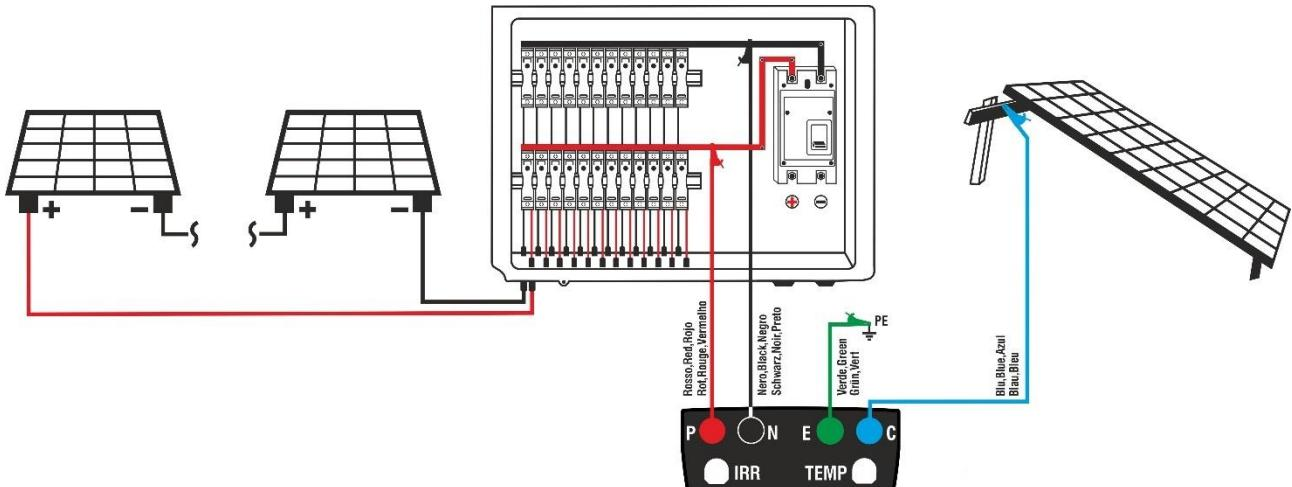

Fig. 16: Collegamento strumento in test IVCK con uso di funzione Avvia&Salva
7. Collegare lo strumento come mostrato in Fig. 16. In particolare, collegare il polo Negativo della barra all'ingresso **N** tramite collegamento fisso con terminale a coccodrillo, il polo Positivo della barra all'ingresso **P** tramite collegamento fisso con terminale a coccodrillo, il nodo principale di terra dell'impianto (per test **MΩ** e **RPE**) all'ingresso **E** ed eventualmente l'ingresso **C** alle masse metalliche (per test **RPE**)